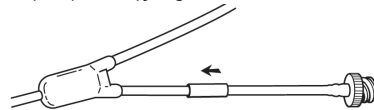

Fig. 15
6. Ωθήστε με απαλές κινήσεις το κάλυμμα επάνω από τη συμβολή. (Fig. 15)